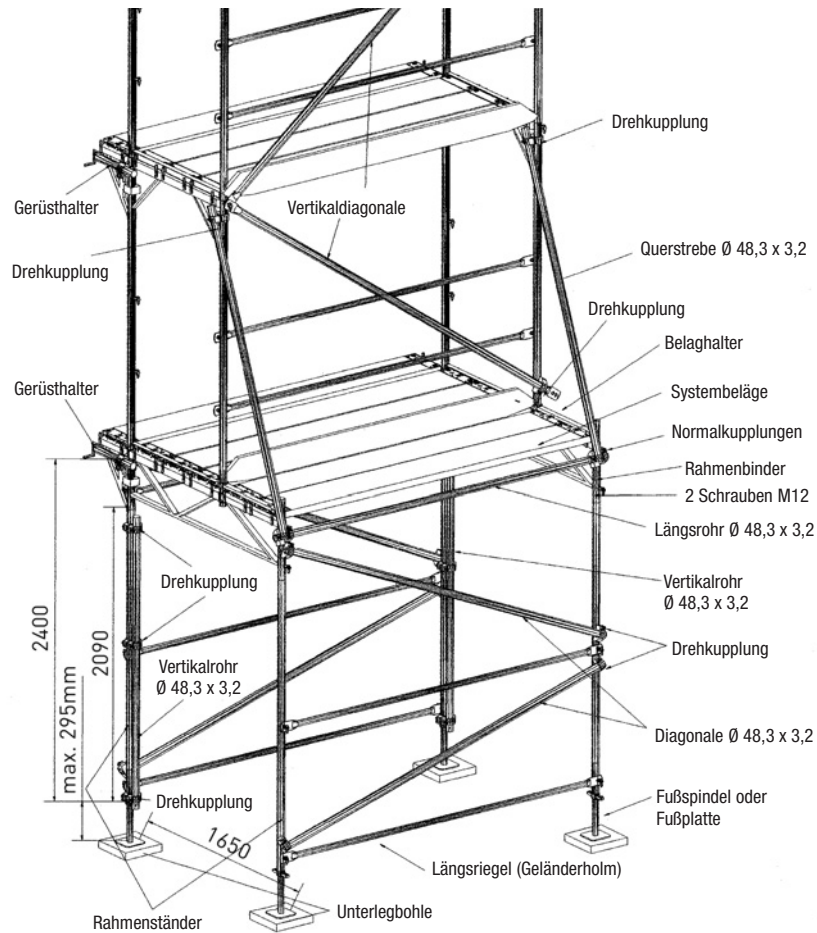

Bild 26 Zusatzmaßnahmen im Bereich der Durchgangsrahmen
- Die inneren Rahmenständer der Durchgangsrahmen sind mit zusätzlichen Gerüstrohren $\varnothing 48,3 \times 3,2$ zu verstärken, die mit jeweils drei Drehkupplungen parallel an den Ständern angeschlossen werden (siehe Bild 26 und Seiten 79 bis 83).
- Über den Durchgangsrahmen sind Querstreben zwischen den Außenständern der aufgesetzten Vertikalrahmen und den äußeren Rahmenständern der Durchgangsrahmen erforderlich. Für diese Streben sind Gerüstrohre $\varnothing 48,3 \times 3,2$ zu verwenden, die an ihren oberen Enden mit Drehkupplungen an den Außenständern angeschlossen werden. Für den Anschluss des unteren Streben-Endes muss zunächst ein längs verlaufendes Gerüstrohr $\varnothing 48,3 \times 3,2$ mit Normkupplungen an den Rahmenständern der Durchgangsrahmen angeschlossen werden; die unteren Strebenenden werden dann mit Kupplungen an diesem Längsrohr angeschlossen (siehe Bild 26 und Seiten 79, 82 und 83).